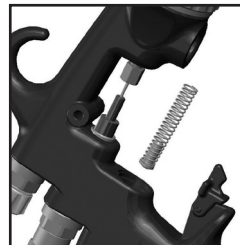

Fig. 17
4. Quitar el resorte con la almohadilla del resorte. (Ver Fig. 17)
8. Reemplazar el resorte asegurándose de que el extremo con el soporte del cojinete de plástico vaya primero. (Ver Fig. 17)